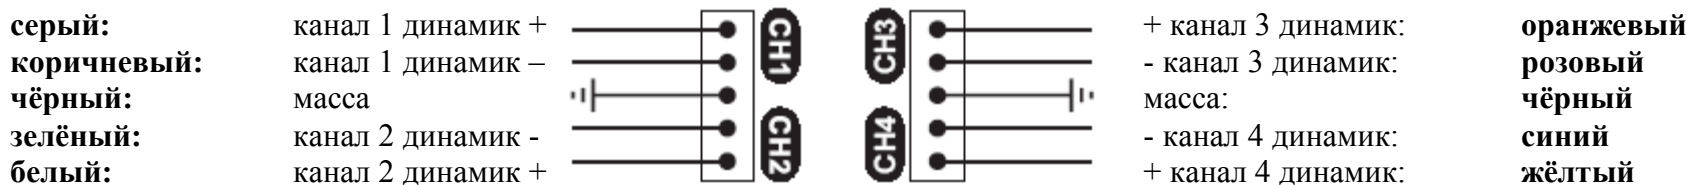

Рис. 2
- Соедините линейный вход усилителя и линейный выход источника сигнала (например, магнитолы) RCA кабелями (рис.2).